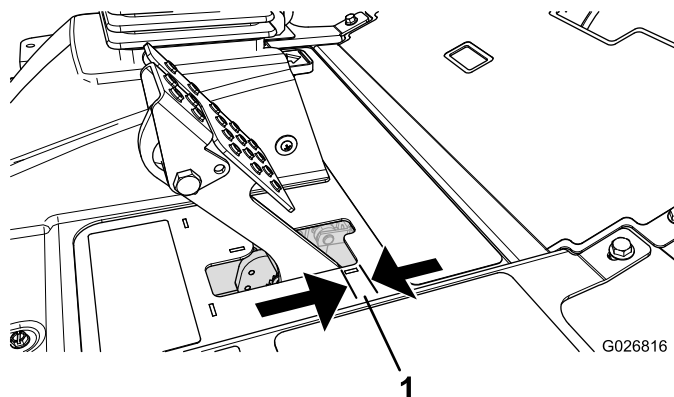

Figura 53
Regolate i freni se il pedale ha un "gioco" superiore a 2,5 cm (Figura 53), o quando è necessaria maggiore forza di tenuta. Per gioco s'intende la distanza che il pedale percorre prima che si avverta la resistenza della frenata.
2. Serrate il dado posteriore per spostare indietro il cavo, finché i pedali del freno non hanno un gioco compreso tra 6,3 e 12,7 mm (Figura 53), prima che la ruota si blocchi.